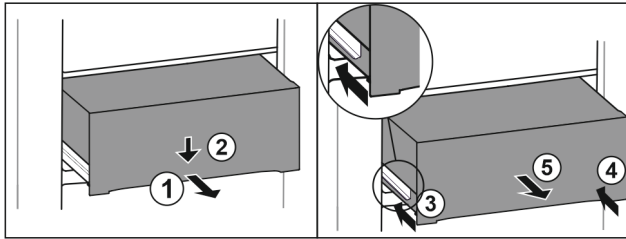

Fig. 213
- ▶ Вытяните выдвижной ящик наполовину. Fig. 213 (1)
- ▶ Вдавите выдвижной ящик в передней части вниз. Fig. 213 (2)
- ▶ Задвиньте левую направляющую прим. на 2 см. Fig. 213 (3)
- ▶ Задвиньте правую направляющую прим. на 2 см. Fig. 213 (4)
- ▶ Извлеките выдвижной ящик движением вперед. Fig. 213 (5)